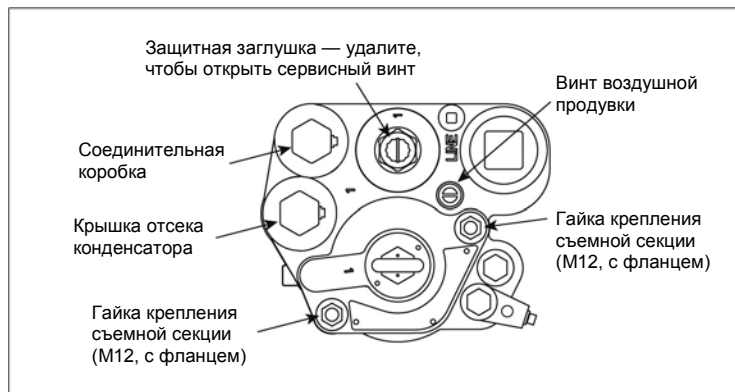

Рисунок 31. Гайки крепления съемной секции.
2. Отверните и выбросьте две гайки крепления съемной секции (см. рисунок 31). Пружины на крепежных шпильках между фланцем съемной секции и манифольдом вытолкнут съемную секцию вверх, разъединив уплотнения.
24. Поверните винт воздушной продувки на 2–3 оборота против часовой стрелки (см. рисунок 31).